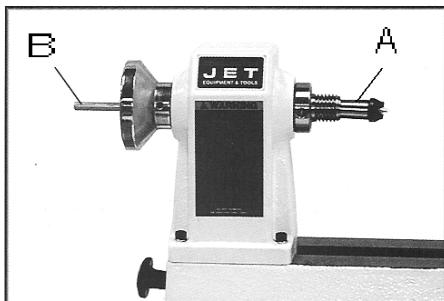

Рис. 7
**Торцевый поводок** (A, Рис. 7) вставляется в ось шпинделя и может быть удален из него с помощью выколотки (B, Рис. 7).